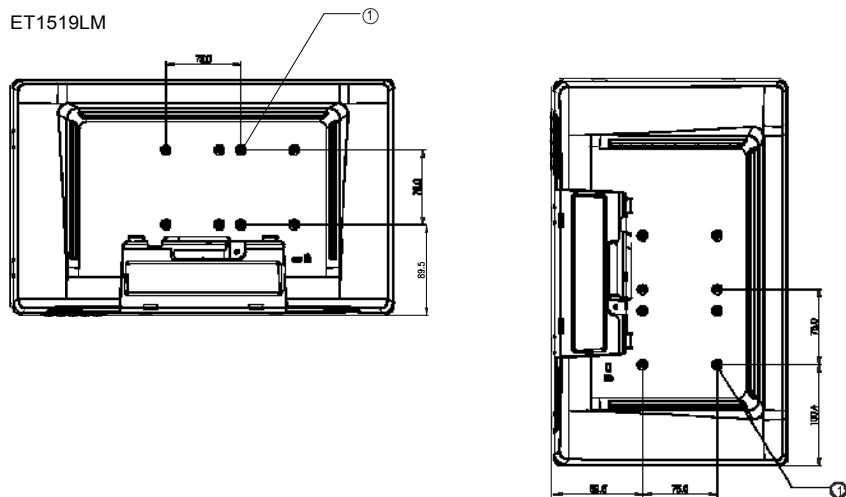

図 2-1 : VESA 取付インターフェースの場所、台座は取り外し済み
- 1 ディスプレイが台座にすでに接続されている場合、台座を接続するねじ4個を外して表示します（図2-1、①参照）。台座とディスプレイを離します。